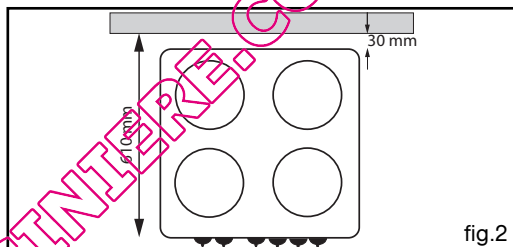

fig.2
• Grille sécurité anti-basculement fig.2
610 mm (voir fig. 2, vue de dessus).
- Desserrez les vis du serre-câble (fig.2).
- Introduisez le câble d'alimentation par le côté du capot et dans le serre-câble situé à droite du bornier. (Reportez-vous au tableau de la page précédente pour le choix de la section du câble) (fig.2).
• **SYSTEME D'AIDE D'OUVERTURE DU TIROIR - (fig.2)**